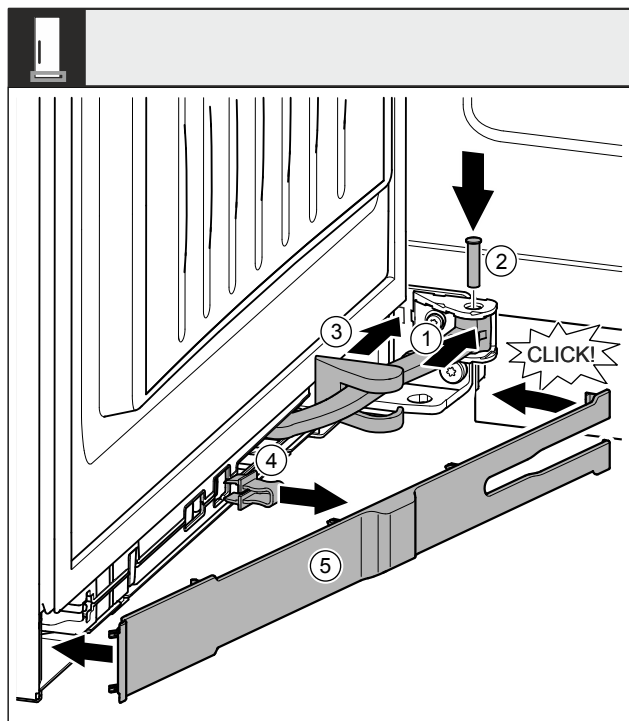

Fig. 54
- Otočte kloub Fig. 54 (1) v závěsu.
- Šroubovákem vložte čep Fig. 54 (2) do závěsu a kloubu. Přitom dávejte pozor, aby byla zajišťovací vačka správně usazena v drážce.
- Posuňte kryt stojanu ložiska Fig. 54 (3) podél kloubu a namontujte nad závěsem.
- Pojistku Fig. 54 (4) vytáhněte.
- Záslepku Fig. 54 (5) na straně madla nasadte a sklopte.